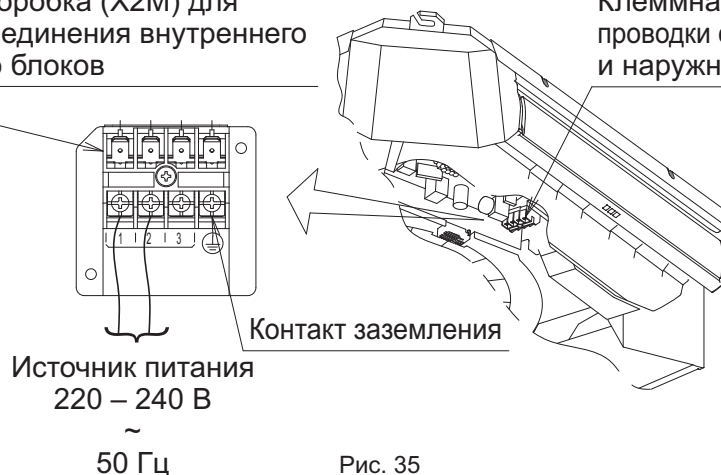

Рис. 35
- 1. Откройте крышку блока управления и подключите однофазный источник питания к клеммам (1, 2) на клеммной колодке (X2M) для передающей проводки между внутренним и наружным агрегатами, а также провод заземления к клемме заземления. (См. рис. 35.)